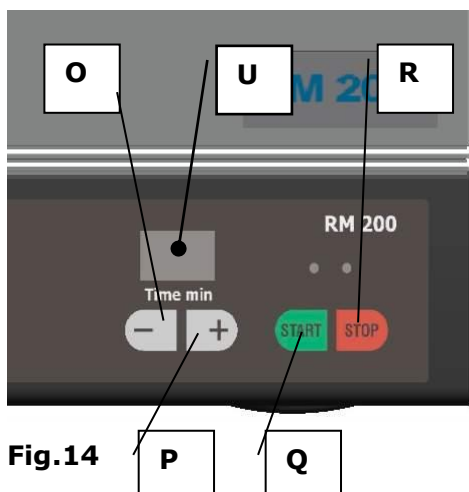

Fig.14
- impostare la durata di macinazione desiderata tramite i tasti + / - **O** e **P**. **Fig.14**
- Premere il tasto di Stop **R**. **Fig.14**
Prefrantumazione - Fig.14
Frantumazione fine - Fig.14